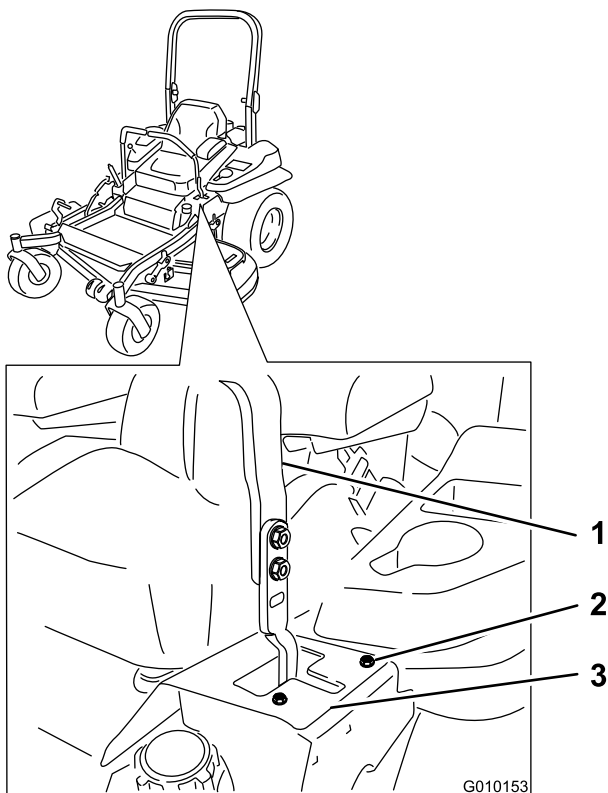

Figure 74
- Si la machine se déporte à droite, desserrez les boulons et déplacez la plaque de butée gauche en arrière sur la fente en T gauche, jusqu'à ce qu'elle se déplace en ligne droite (Figure 74).
- Si la machine se déporte à gauche, desserrez les boulons et déplacez la plaque de butée droite en arrière sur la fente en T droite, jusqu'à ce qu'elle se déplace en ligne droite (Figure 74).
- Serrez les boulons de la plaque (Figure 74).